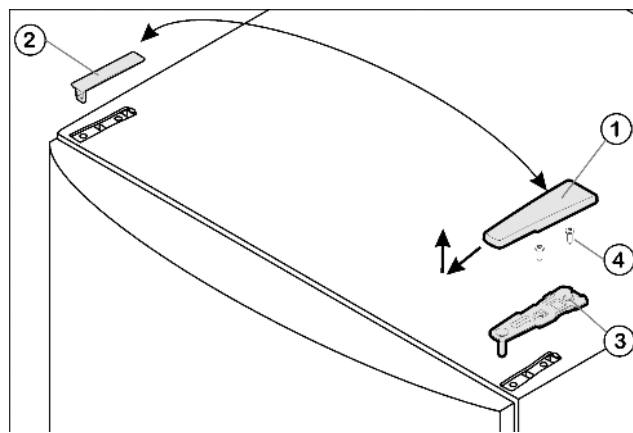

Fig. 4
- Kryt Fig. 4 (1) stáhněte dopředu a nahoru.
- Kryt Fig. 4 (2) zvedněte.
- Horní stojan ložiska Fig. 4 (3) odšroubujte (2 krát Torx® 25) Fig. 4 (4) a stáhněte nahoru.
- Horní stojan ložiska *Fig. 4 (3)* vložte na nové straně závěsu do dvířek.
- Horní stojan ložiska **přišroubujte (s 4 Nm)** (2krát Torx® 25) *Fig. 4 (4)*. Díry pro šrouby případně předem propíchněte nebo použijte akumulátorový šroubovák.
- Kryt *Fig. 4 (1)* a kryt *Fig. 4 (2)* vždy na opačné straně zvenku nasadte a zaklesněte.